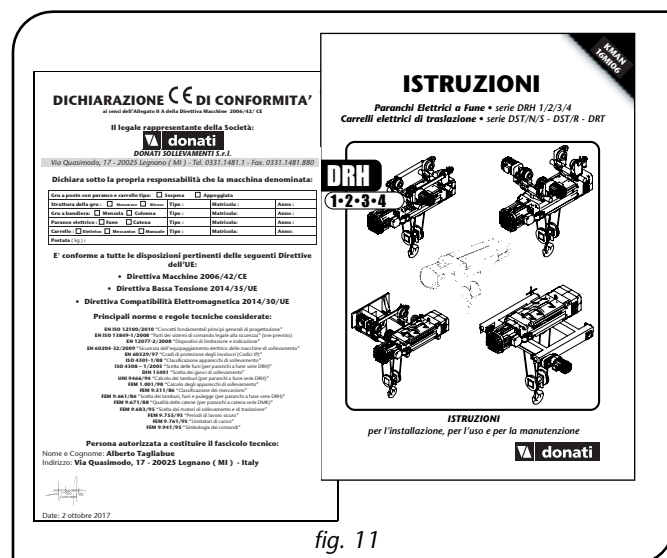

fig. 11
- La documentazione tecnico/legale in dotazione al paranco comprenda (fig. 11):